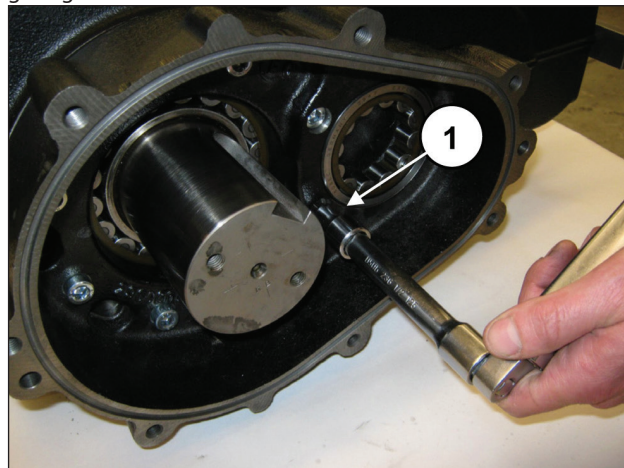

Abb. 66
Drehen Sie die 8 Schrauben M10x40 fest (Pos. ①, Abb. 66).